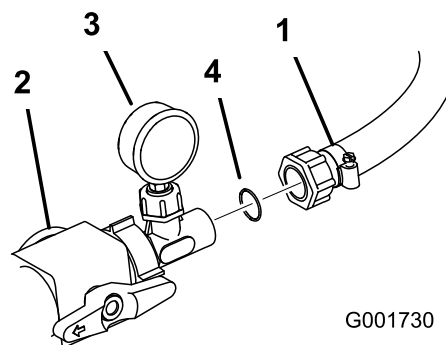

Figur 16
16. Påfør et ikke-petroleumsbaseret smøremiddel, såsom planteolie, på O-ringen i adapteren (Figur 16).
17. Monter trykmålerens samling i den fremadvendte åbning i kontrolventilen, som du monterede tidligere (Figur 16). Stram plastmøtrikken for at fastgøre samlingen på ventilen.